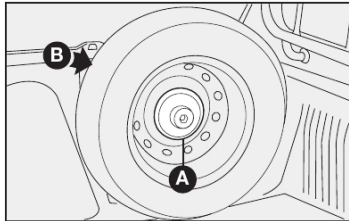

fig. 5
- Nas versões com cabine curta, destarraxar o pino suporte da roda sobressalente **A-fig. 5** ou **6** e retirar a mesma de sua sede **B-fig. 5** e **6**.